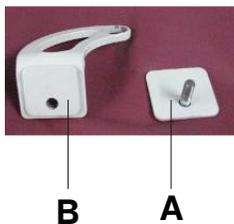
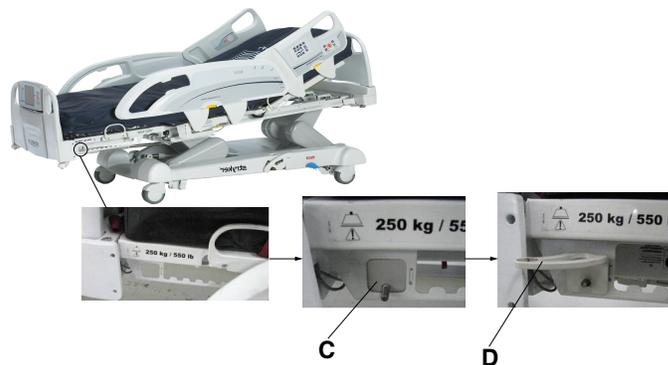

Figure 117 – Support et dos du support
Figure 118 – Fixation du dos et du support
1. Installer le dos du support (A) et le support (B) (Figure 117) à l'extrémité du crochet pour poche urinaire situé du côté pieds du produit (C et D) (Figure 118).